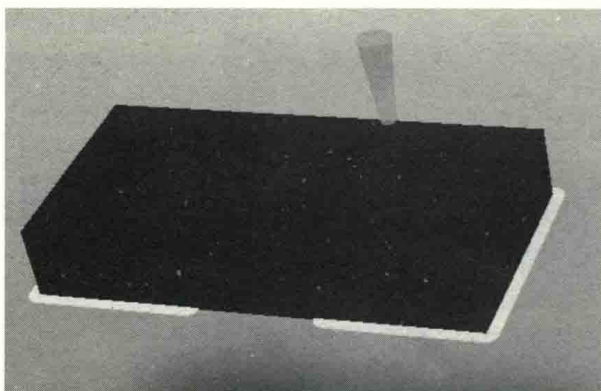

图 5-44 绘制好的 3D Body
(6) 设置好之后，可以在库编辑界面再切换到 3D 视图（按快捷键“3”），可以查看绘制好的 3D Body 的效果，如图 5-44 所示。